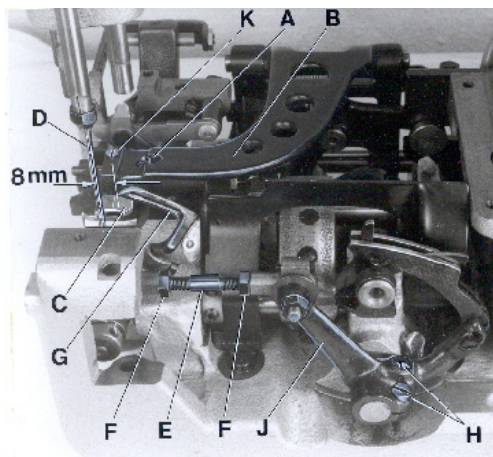
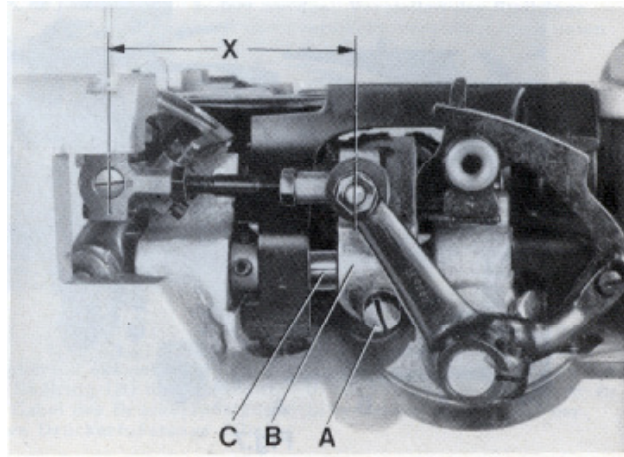
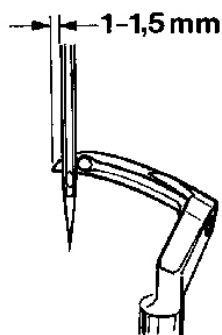
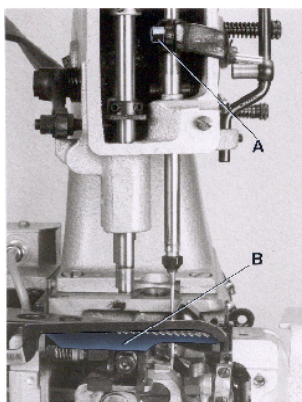

Fig. 3
Fig. 4
Fig. 5
Fig. 6
Remove the presser foot, throat plate and feed dog and on styles 80800TLN, TALN, UN, UAN, ULN and UALN also the needle guard for convenient access to the machine. On styles 80800RN, RLN, RLMN, SN and SLN loosen the screw (A, Fig. 3) in the feed bar (B) and push the feed bar needle guard (C) to the rear to avoid its contacting the needle (D).
For the two thread double locked stitch styles 80800RN, RLN, RLMN, TLN, TALN, UN, UAN, ULN and UALN, set the looper connecting rod (E) so the distance (X, Fig. 4) between the center lines of the two ball joints is 69.8 mm (2 3/4"). The dimension (X, Fig. 4) should be 68.3 mm (2 11/16) on the single thread chain stitch styles 80800SN and SLN. For adjustment loosen the two nuts (F, Fig. 3) and turn connecting rod (E) forward or backward as required to obtain specified dimension, retighten nuts (F).
Rotate the machine pulley in operating direction so that the looper moves from right to left. The looper point should pass as close as possible to the back of the needle without contacting 0.08 to 0.13 mm (.003 to .005") clearance. For adjustment loosen screws (A, Fig. 4) in the looper eccentric fork (B) and turn looper rocker shaft (C) on the looper rocker forward or backward as required. Retighten screw (A).
Zur bequemer Einstellung entfernen Sie Drückerfuß, Stichplatte und Transporteur und bei den Maschinen 80800TLN, TALN, UN, UAN, ULN und UALN auch den Nadelanschlag. Lösen Sie bei den Maschinen 80800RN, RLN, RLMN, SN und SLN die Schraube (A, Fig. 3) im Transporteurträger (B) und drücken Sie den Nadelanschlag nach hinten, damit er die Nadel (D) nicht berühren kann.
Bei den Zweifaden-Doppelkettenstichmaschinen Typen 80800RN, RLN, RLMN, TLN, TALN, UN, UAN, ULN und UALN muß die Greiferverbindungsstange (E) so eingestellt sein, daß der Abstand (X, Fig. 4) von der Mitte zu Mitte Kugelgelenk 69,8 mm beträgt. Bei den Einfaden-Einfachkettenstichmaschinen Typen 80800SN und SLN beträgt der Abstand (X, Fig. 4) 68,3 mm. Zum Einstellen lösen Sie die beiden Muttern (F, Fig. 3) und drehen die Verbindungsstange (E) vor oder zurück bis der erforderliche Abstand erreicht ist. Ziehen Sie die Muttern (F) wieder an.
Drehen Sie die Riemenscheibe in Nährungsrichtung so, daß sich der Greifer von rechts nach links bewegt. Die Greiferspitze soll so dicht wie möglich hinter der Nadel vorbeigehen, ohne diese zu berühren (0,08 bis 0,13 mm Abstand). Zur Einstellung lösen Sie die Schraube (A, Fig. 4) in der Greiferexzentergabel (B) und schwenken die Greiferhebelwelle (C) am Greiferhebel mit Greifer nach Bedarf vor oder zurück. Ziehen Sie die Schraube (A) wieder an.
Remove the face cover on machine arm. Rotate machine pulley in operating direction until the looper point, moving to the left, projects 1 to 1.5 mm (.040" to .060") left of the needle (see Fig. 5). Lower edge of looper and upper edge of needle eye must be flush in this position. If adjustment is necessary, loosen clamp screw (A, Fig. 6) in the needle bar connection and move the needle bar up or down, as required. Retighten screw (A) and remount face cover.
At highest point of feed dog travel, the feed dog (B, Fig. 6) should be set so, that the rear teeth project their full depth above the throat plate surface. For setting remove the feed dog and adjust the supporting screw (K, Fig. 3) on the top of the feed bar to the required height. Remount the feed dog, and on styles 80800TLN, TALN, UN, UAN, ULN and UALN also the needle guard.
The needle guard (C, Fig. 3) has to be set so, that it just contacts the needle at its most forward point of travel, without deflecting it. On styles 80800RN, RLN, RLMN, SN and SLN loosen screw (A, Fig. 3) in the feed bar (B) and adjust the needle guard (C) accordingly. Retighten screw (A).
Entfernen Sie den Stirndeckel am Maschinenarm. Drehen Sie die Riemenscheibe in N hrichtung bis die sich nach links bewegende Greiferspitze 1 bis 1,5 mm links der Nadel steht (siehe Fig. 5). In dieser Stellung m ssen Unterkante Greifer und Oberkante Nadel hr b ndig sein. Ist eine Einstellung notwendig, l sen Sie die Klemmschraube (A, Fig. 6) im Nadelstangenmitnehmer und schieben die Nadelstange (B), je nach Bedarf, nach oben oder unten. Ziehen Sie die Schraube (A) wieder an und montieren Sie den Stirndeckel.
Im h chsten Punkt der Transporteurbewegung sollen die hinteren Z hne des Transporteurs (B, Fig. 6) eine volle Zahnh he  ber die Stichplattenoberfl che hinausragen. Zur Einstellung entfernen Sie den Transporteur und stellen die St tzschraube (K, Fig. 3) oben im Transporteurtr ger auf die entsprechende H he. Montieren Sie den Transporteur wieder, bei den Maschinen 80800TLN, TALN, UN, UAN, ULN und UALN auch den Nadelanschlag.
Der Nadelanschlag (C, Fig. 3) mu  so eingestellt sein, da  er in der vordersten Stellung seiner Bewegung gerade die Nadel ber hrt, aber nicht ablenkt. Zur Einstellung l sen Sie bei den Maschinen 80800RN, RLN, RLMN, SN und SLN die Schraube (A, Fig. 3) im Transporteurtr ger (B), und stellen den Nadelanschlag (C) entsprechend ein. Ziehen Sie die Schraube (A) wieder an.